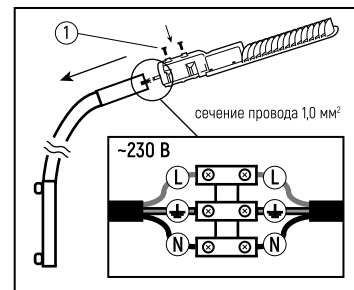

Рис.1
- Обесточьте сетевой кабель питания и подключите к проводу светильника* [Рис.1].
- Установите светильник на кронштейн, провод светильника поместите внутрь кронштейна или опоры [Рис.1].
- Зафиксируйте светильник на кронштейне или опоре при помощи фиксирующих винтов (1), расположенных на основании светильника [диаметр установочного отверстия для кронштейна указан в таблице технических характеристик].